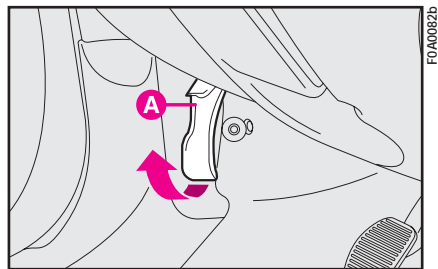

рис. 133
1) Потяните в направлении стрелки желтый рычаг **A** (рис. 133).